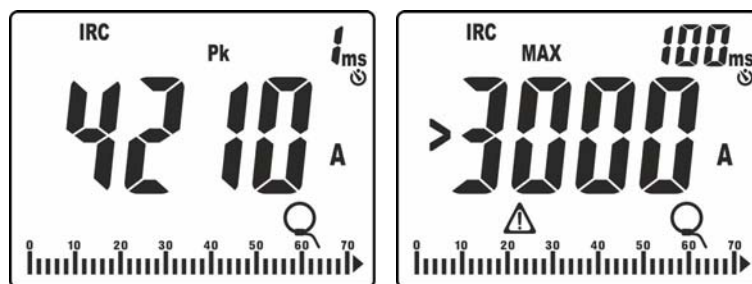

Fig. 44: Ejemplos de visualizaciones de la corriente de arranque
- Valor de pico “Pk” calculado en un **1ms** (ver Fig. 44 – parte izquierda)
11. Si la corriente medida es mayor del FE de la pinza configurada, el mensaje como el reportado en la Fig. 44 – parte derecha (relativo a FE = 3000A) se muestra en pantalla